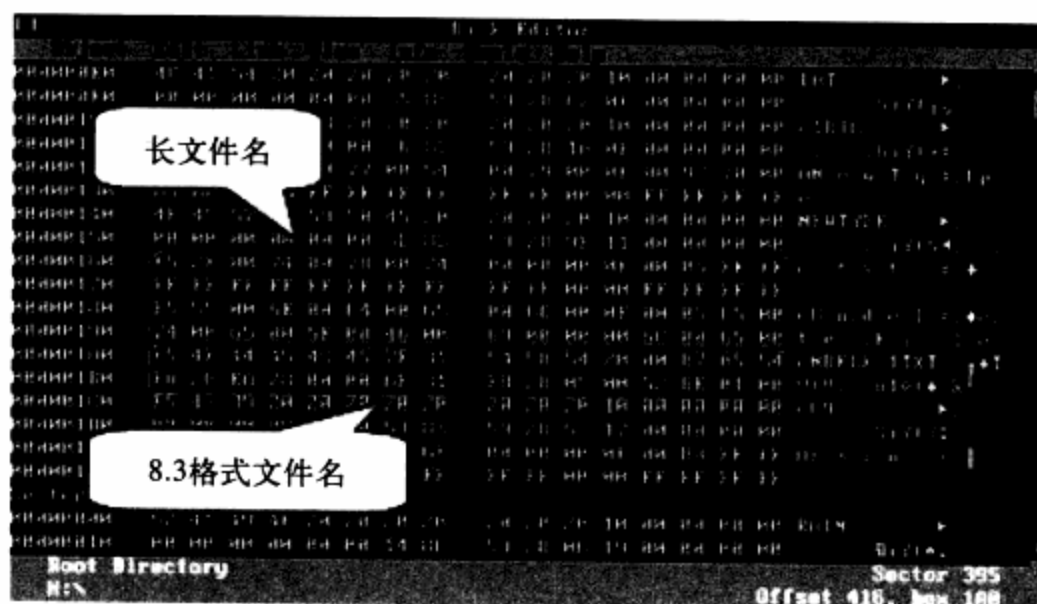

图13-25 被删除文件Undelete\_File.TXT的目录项数据
**步骤 07** 在DISKEDIT主菜单中, 选择View→asHex命令, 以Hex模式查看目录区的数据。如图13-25所示。
**步骤 08** 根据图13-25，将“?NDELE~1TXT”前面的字节改为U，再将其他选项改成图13-26所示数字。